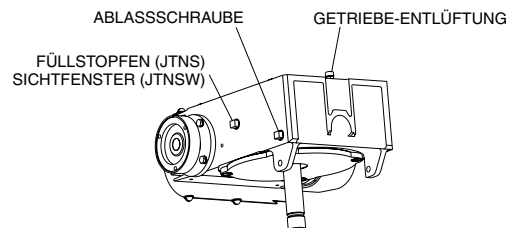

Abbildung 7. Füllstopfen / Sichtfenster des Getriebegehäuses
1. Überprüfen Sie den Ölstand in beiden Getriebegehäusen. Nehmen Sie dazu den Füllstopfen ab und stellen Sie sicher, dass das Öl den richtigen Füllstand aufweist. Siehe Abbildung 7.
1. Überprüfen Sie den Ölstand in beiden Getriebegehäusen durch Blick auf das jeweils seitlich angebrachte Sichtfenster. Der richtige Ölstand ist in der Mitte des Sichtfensters erreicht. Siehe Abbildung 7.